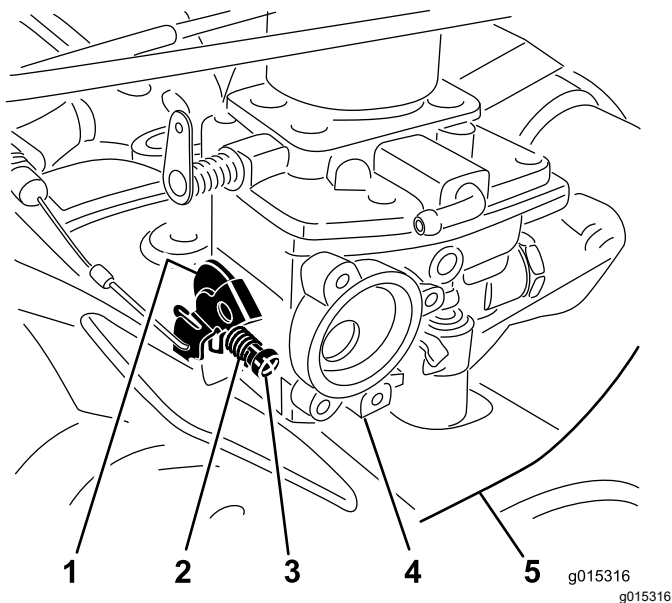
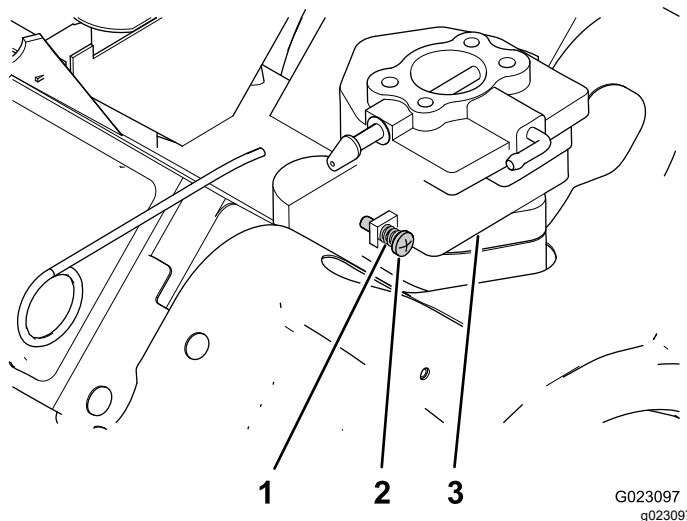

Figura 7
Figura 8
9. **Apenas para máquinas MDX:** Instale o parafuso intermédio e mola no conjunto do carburador na alavanca do acelerador (Figura 7).
10. Enrosque o parafuso do travão do regulador no sentido dos ponteiros do relógio até que faça um contacto inicial com alavanca do acelerador e, em seguida, rode o parafuso uma volta adicional no sentido dos ponteiros do relógio (Figura 7).
2. Ajuste o parafuso do ralenti para obter um ralenti baixo de 1050 a 1150 rpm (Figura 7 e Figura 8).